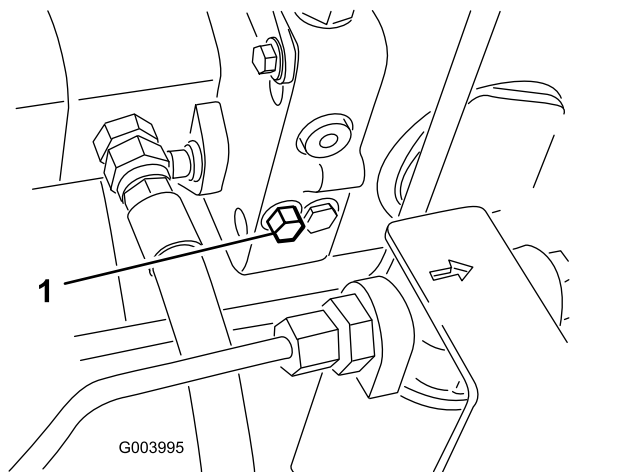

Figure 25
1. Repérez la vanne de dérivation sur la gauche de l'hydrostat (Figure 25).